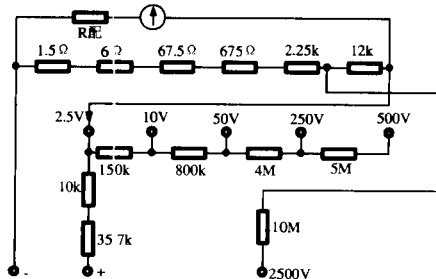

图 3 直流电压档测量电路
**直流电压档电路**(见图 3):  $2.5 \text{ V}$  档的分压电阻是